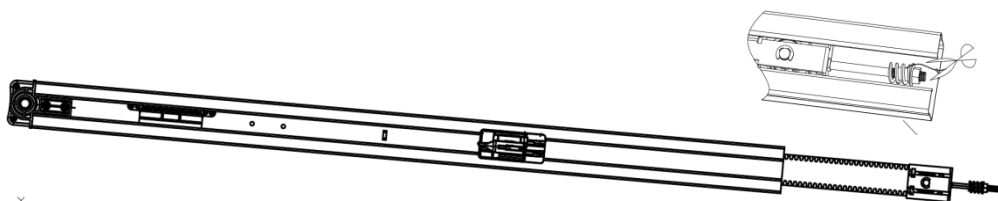

Fig. 4
1. ****Conforme a Fig. 4, corte a abraçadeira de plástico na haste roscada "A" e puxe a haste roscada "A" juntamente com a correia interna para a manga**** ,